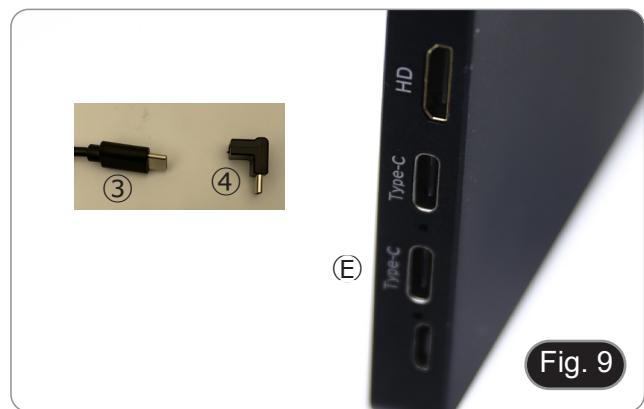

Fig. 9
10. Inserire il connettore di alimentazione del monitor ③ nell'adattatore "L" ④ in dotazione. (Fig. 9)
11. Inserire l'adattatore a "L" nella porta "Type C" ⑤ situata sul lato destro del monitor.